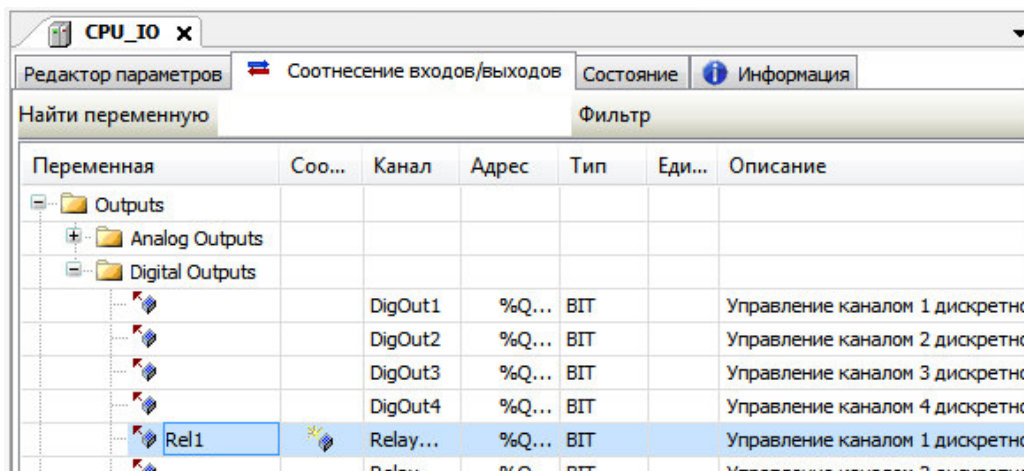

Рисунок 5.8 – CoDeSys. Закладка *Соотнесение входов/выходов*
6. В столбце *Переменная* (нажав на ячейке двойным щелчком левой кнопки «мыши») ввести имя переменной в соответствии с описанием (рисунок 5.8):